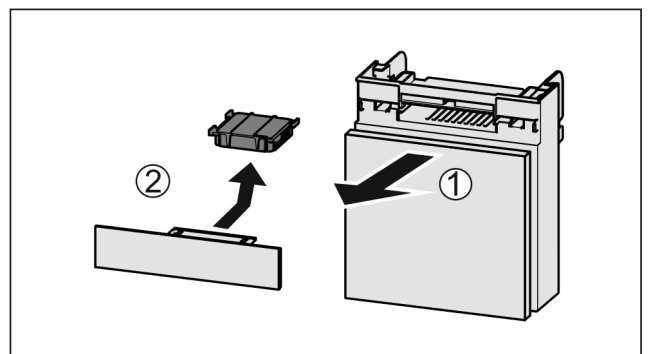

Fig. 34
- ▶ Вытянуть Fig. 34 (1) отделение движением вперед.
- ▶ Извлечение Fig. 34 (2) фильтра с активированным углем.